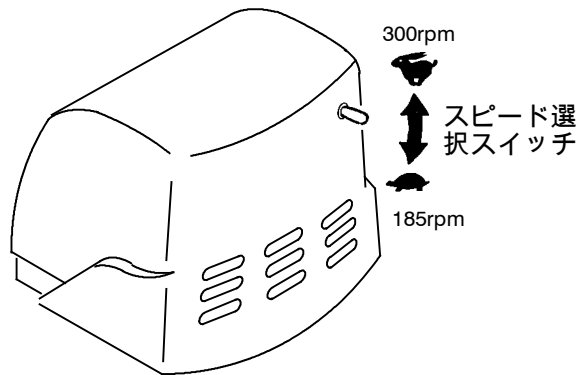

図 3
2. 2段階スピードモデルの場合、適切なモータースピードを選択してください。スクラブ、剥離、カーペットのクリーニングの場合、スイッチ選択スイッチを下向き (185rpm) にしてください。吹付バフ研磨の場合は、スピード選択スイッチを上向き (300rpm) にしてください (図 3)。